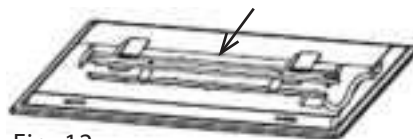

Fig. 12
3. Jale del terminal de conexión (Fig. 12). Use un destornillador para retirar la plaqueta de la luz LED y reemplazarla.